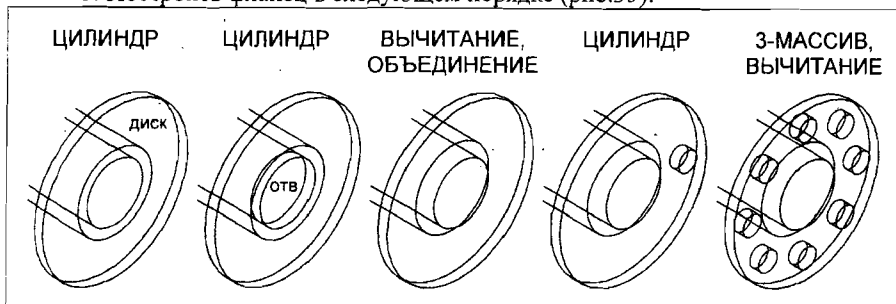

Рис.35
5. Построить фланец в следующем порядке (рис.35):